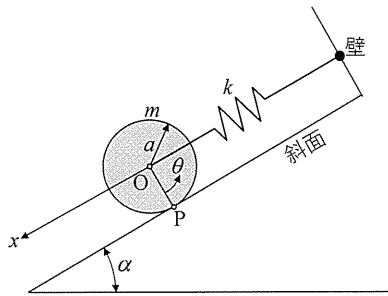
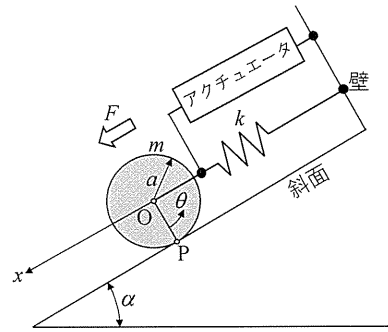

図2-1
図2-2
図 2-1 に示すように、水平面に対して α 傾斜した面に、半径 a 、質量 m の円柱が置かれ、その中心軸は質量の無視できるばね定数 k のばねで支えられている。円柱は中心軸周りに滑らかに回転する。円柱の重心点 O 周りの慣性モーメント I は式(1)で与えられる。円柱と斜面の接線は図では点 P を含む紙面に垂直な線となる。以下の問いに答えよ。(答えのみ記述すればよい)
- (1) 円柱と斜面の接線(図では点 P を含む紙面に垂直な線)を回転軸とする慣性モーメント I_p を求めよ。なお、解答に I や I_p が含まれる場合は、式(1)や本問(1)の結果を代入して使わず、記号 I 、 I_p をそのまま使って記述すること。
- (2) 図 2-1 においてつり合い状態を原点とし、図のように斜面に沿って x 軸を定義し、回転角度を θ とする。図の矢印の方向を正方向と定義する。 x と θ の関係を示せ。
- (3) 図 2-1 において、ある初期変位を与えて静かに放すと、円柱は斜面と滑らずに転がりながら斜面上を振動する。この場合の円柱重心位置 x に関する運動方程式を示せ。
- (4) 上問(3)の系の固有角振動数 ω_n を示せ。
- (5) 図 2-2 では、ばね力と同じ方向の力 F を印加できるアクチュエータを取り付けた。力 F の正方向は x の正方向と同じとする。アクチュエータは系に対して力 F を加えるだけであり、それ以外は系の運動を拘束しない。力 F に対する x の伝達関数を、初期値ゼロ、ラプラス演算子を s として求めよ。
- (6) $x=x_1$ になるように式(2)の制御をした。制御された系の減衰比と、固有角振動数 ω_n を求めよ。
- (7) 図 2-1 においてばねを取り外すと、円柱は左斜め下方に等加速度運動する。(case1) 斜面と円柱の間に摩擦がなく回転しないで滑り落ちる場合と、(case2) 斜面と円柱が滑ることなく回転しながら転がり落ちる場合の加速度を比較すると、case1 (滑る) の加速度は case2 (転がる) の何倍か?